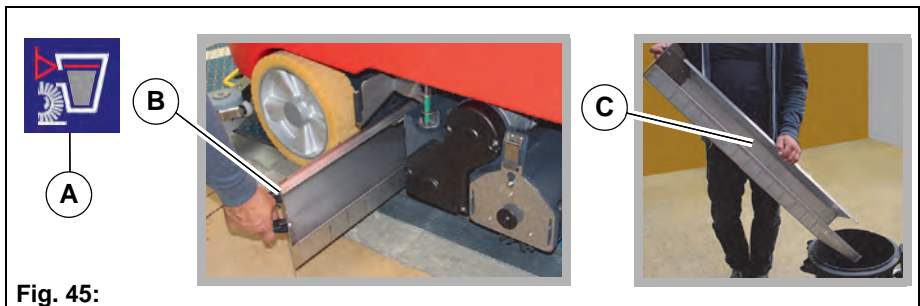

Fig. 45:
Feieavfallsbeholderen skal tømmes senest når symbolet *Feieavfallsbeholder full* **Fig. 45-A** vises på multifunksjonsdisplayet.
3. Trekk feieavfallsbeholderen ut med håndtaket **Fig. 45-B**.
4. Tøm feieavfallsbeholderen **Fig. 45-C**.